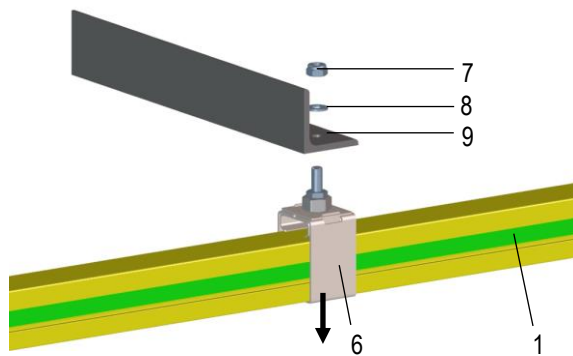

Fig. 55 : Démontage du profil ProfiDAT®
- Pousser une éclisse PE (10) sur le profil en aluminium et l'aligner sur le repère.
- Fixer l'éclisse PE (10) avec les vis sans tête (3) M6 (8 Nm).
- Serrer les 4 vis à collerette (2) M6 (10 Nm) sur le connecteur.
- Faire de nouveau glisser les supports de rails (6) sur le profil ProfiDAT® (1).
- Insérer le profil ProfiDAT® (1) avec les supports de rails (6) par le bas dans la construction de maintien (9) et fixer les supports de rails avec l'écrou (7) et la rondelle (8) (voir Fig. 55).